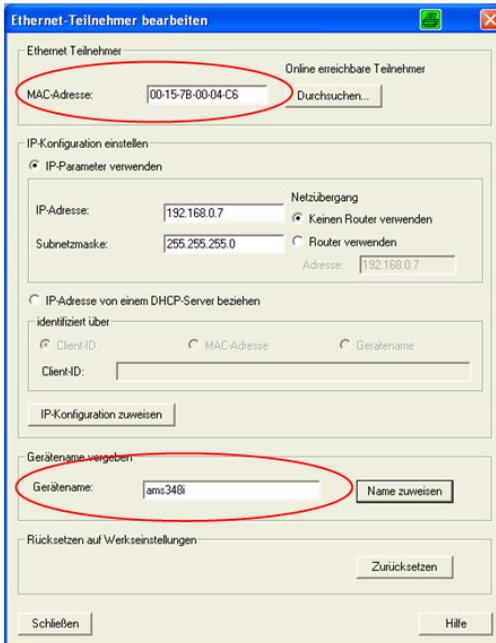

Figura 9.11: Connessione del nome di apparecchio con il MAC ID del nodo
- Assegnazione indirizzo MAC - indirizzo IP - di nomi di apparecchio individuali (vedi figura 9.11)